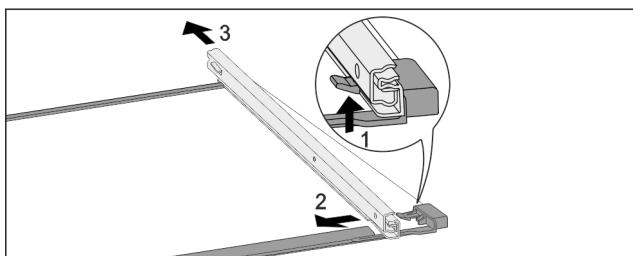

Fig. 174 Стъклена плоча с релси
- ▶ Натиснете нагоре предните фиксиращи палци. Fig. 174 (1)
- ▶ Пълзнете изтеглящата релса настрани Fig. 174 (2) и назад Fig. 174 (3).